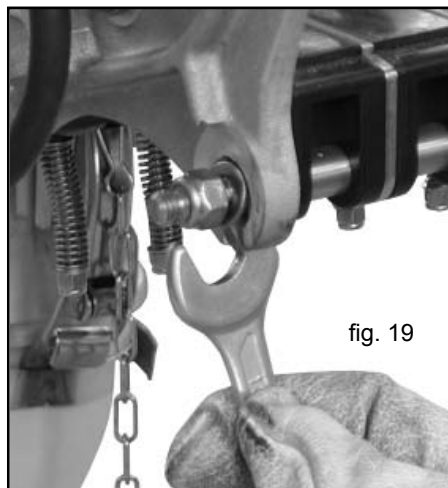

fig. 19
- 2) hasta poder empujar hacia afuera los discos situados en el interior, extrayéndolos de su alojamiento (Fig. 19).